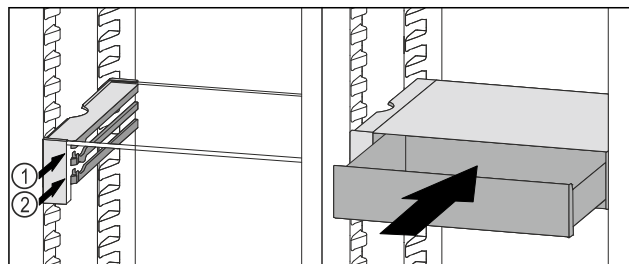

Fig. 129
- Așezați sertarul VarioSafe în spatele opritoarelor pe nervura dorită Fig. 129 (1) sau Fig. 129 (2).